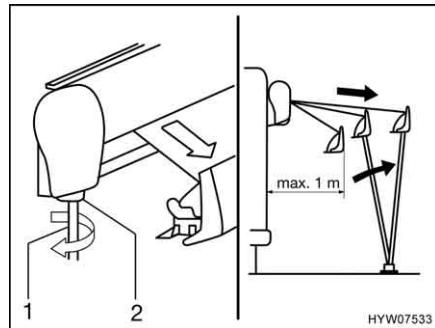

Fig. 32 Estrazione della tenda
- Inserire la manovella (Fig. 32,1) nel supporto a baionetta (Fig. 32,2) della tenda e girarla in senso antiorario.